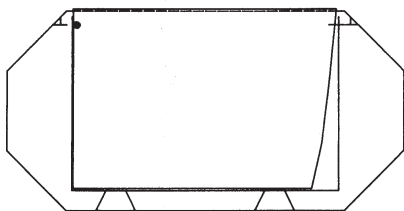

Abb. 6
- bei schwenkbarem Einsatz nicht an der Schraube des Drehpunktes (Abb. 6) befindet.